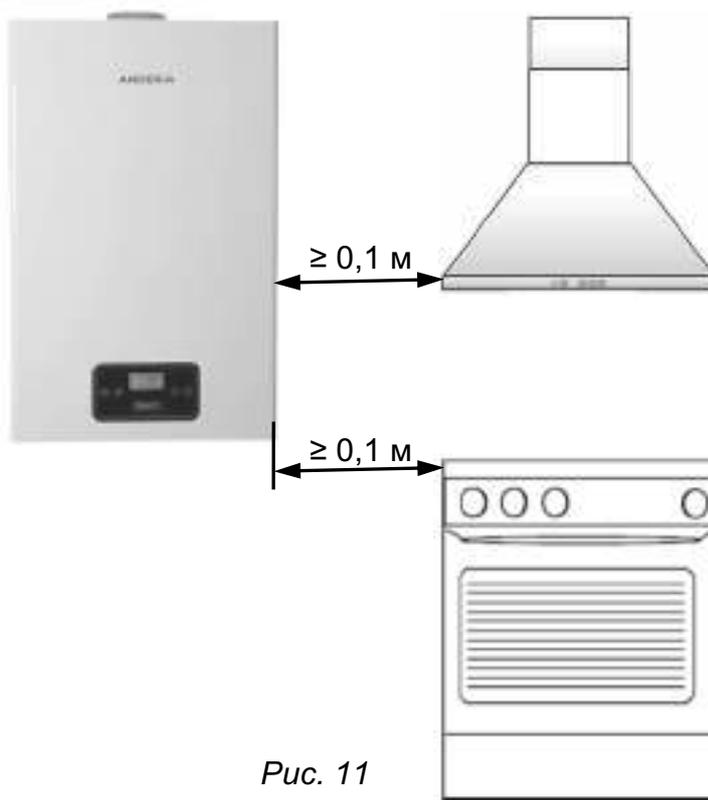

Рис. 11
- Расстояние по горизонтали в свету от выступающих частей котла до бытовой плиты и другого кухонного оборудования различного назначения следует принимать не менее 10 см. (См. Рис. 11)